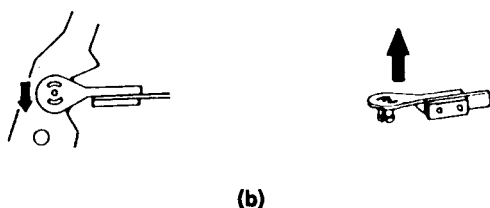

Abbildung 1-20.
4. Das Spannband für den Ausbau in Pfeilrichtung drücken. (siehe Abbildung 1-20(b))